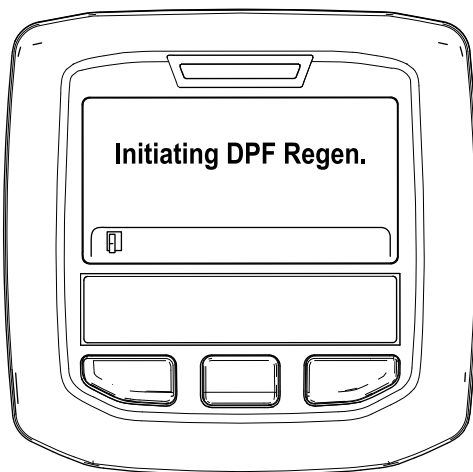

Рисунок 36
- A. «Initiating DPF Regen» («Начало регенерации DPF») (Рисунок 36).